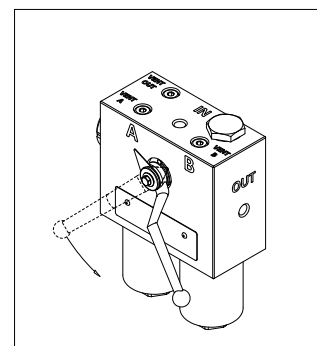

fig. 4
- (Fig. 4) Ruotare di 90 gradi la leva di commutazione per avviare il LATO NUOVO e disattivare il LATO ESAUSTO